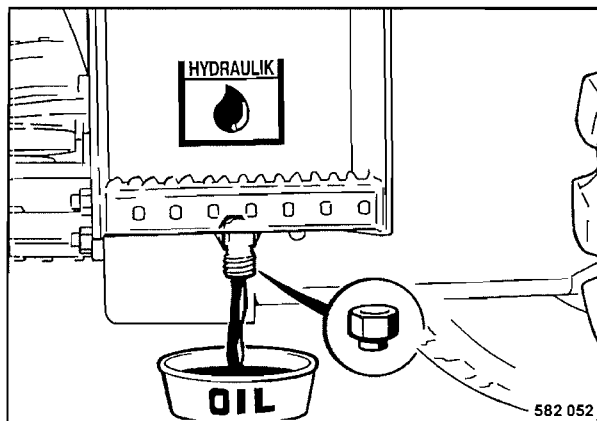

Fig. 97
- Desenroscar el tapón de cierre (Fig. 97) y descargar el aceite hidráulico por completo.